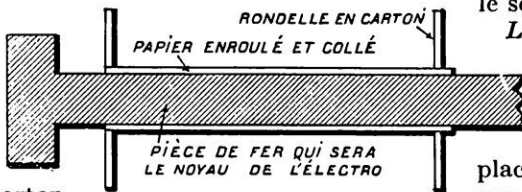

FIG. 13. — ON PRÉPARE A L'AVANCE LA BOBINE SUR LAQUELLE SERA ENROULÉE LE FIL
**Préparation des bobines.** — Autour du noyau de l'électro, enrouler, en collant les couches successives, un rectangle de papier dont la largeur est égale à la longueur de la bobine en construction, et dont la longueur permettra de réaliser une épaisseur d'un millimètre environ, mais éviter de coller le papier sur le fer. Puis placer et coller aux deux extrémités deux rondelles de carton, l'une juste à l'un des bouts, l'autre à 2 millimètres de l'autre bout (fig. 13). Laisser sécher complètement.